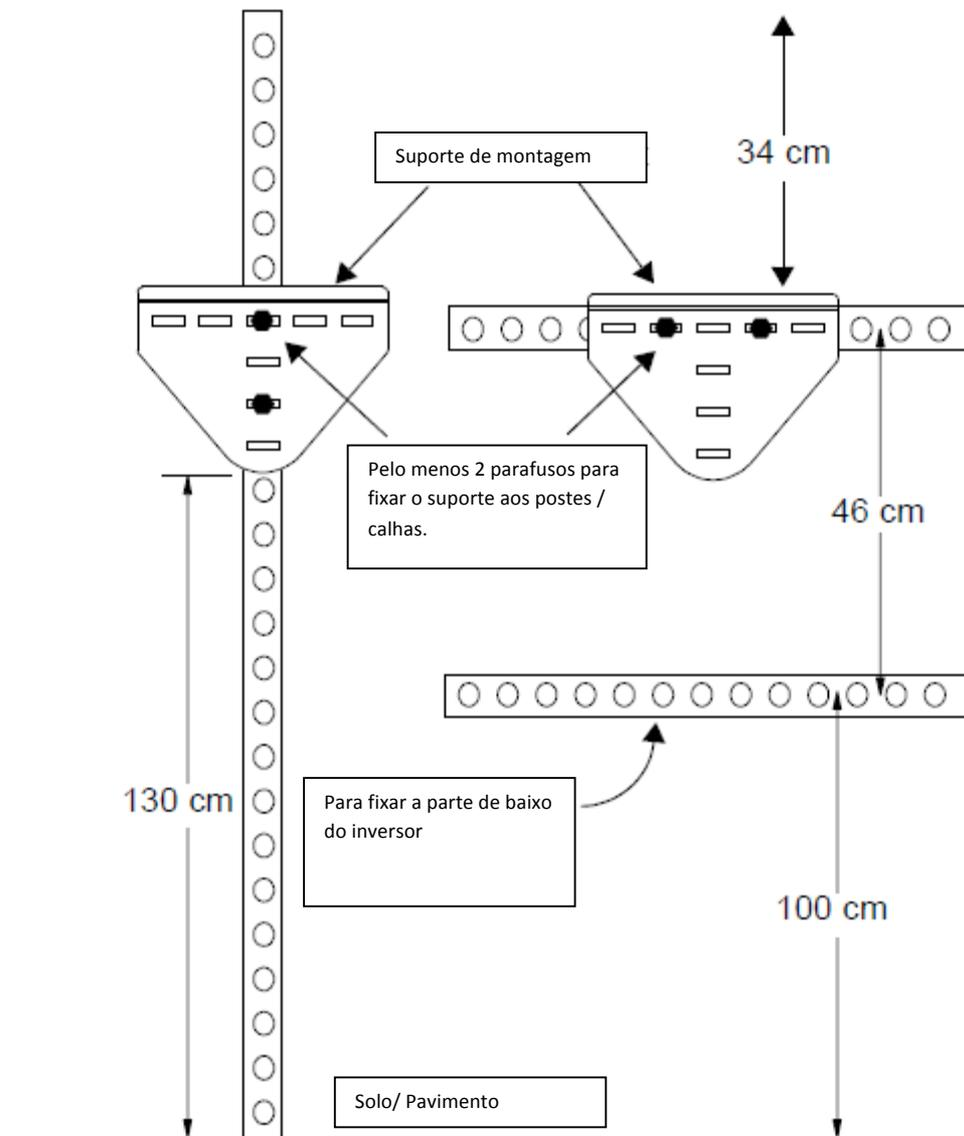

Figura 2-6 Exemplos de Montagem num Poste ou Calha
1. Certifique-se de que o poste ou calha se encontram bem fixos no local. Se utilizar calhas horizontais, são necessários duas calhas: um para o suporte de montagem e outro para fixar a parte inferior do inversor (ver Figura 2-6).